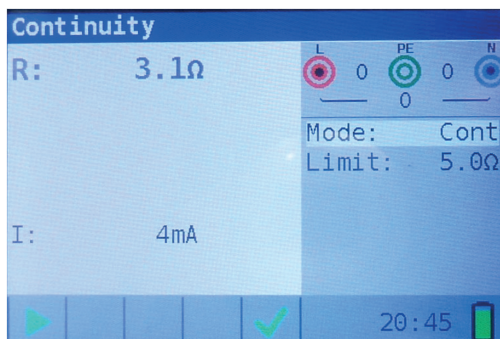

Figura 7.1: Últimos resultados
Paso 1 Cuando finaliza la medición (Figura 7.1), los resultados se muestran en la pantalla.